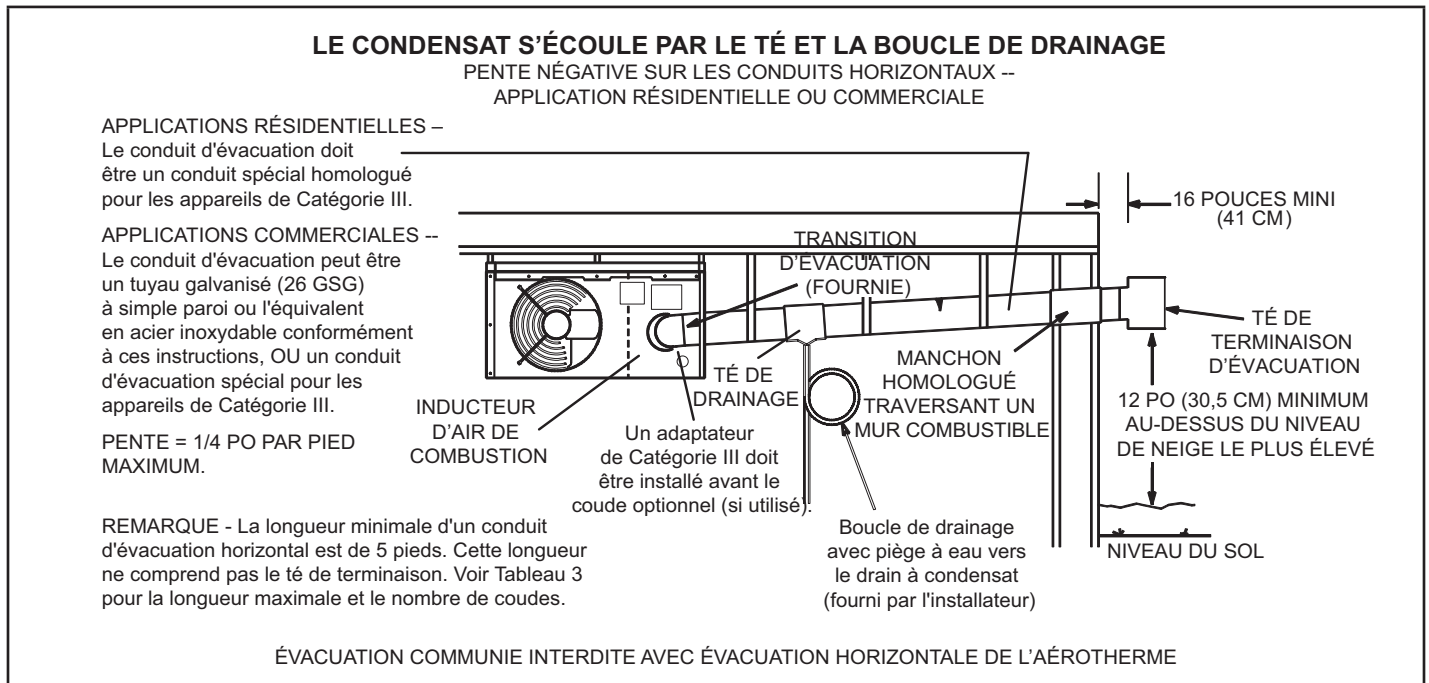

FIGURE 7
- 16 - Pour les conduits d'évacuation à pente positive, un té et drain à condensat doivent être installés à moins de 5 pieds (1,5 m) de l'aérotherme pour protéger l'appareil (voir Figure 7). En cas d'utilisation d'une canalisation souple de drainage de l'eau, elle doit comprendre une boucle remplie d'eau pour empêcher les produits de combustion de pénétrer dans le bâtiment. Si l'unité doit être arrêtée pendant une période prolongée et risque d'être exposée à des températures inférieures à 32 °F (0 °C), le condensat peut geler.